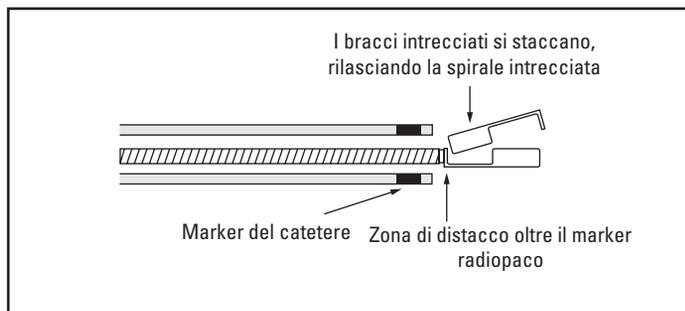

Figura 8. Rilascio del sistema per occlusione a fibre IDC Interlock - 35
14. Per il rilascio della spirale, far avanzare lentamente il filo di rilascio in fluoroscopia, fino a quando i bracci intrecciati superano la punta del catetere (Figura 8). Nota: qualora si avverta resistenza al dispiegamento, ruotare lentamente il filo di rilascio, fino al rilascio della spirale.